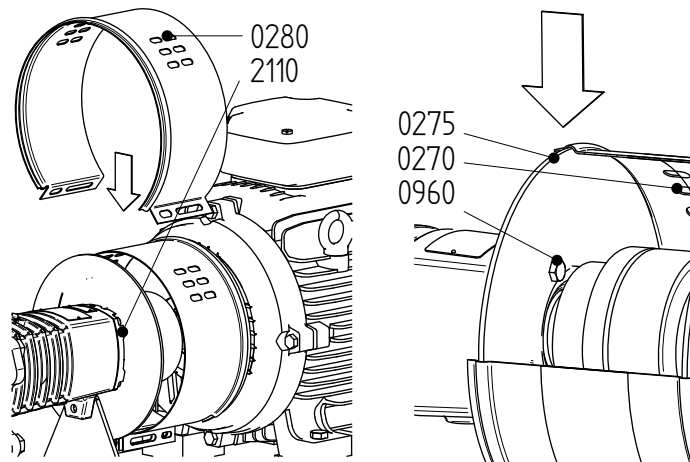

Figura 11: Instalación de la cubierta en la parte de la bomba.
- 6 Afloje los tornillos (0940) y desmonte la placa de montaje (0275) de la tapa de cojinetes (2110). Consulte figura 11.
- 4 Monte la placa de montaje (0275) en la tapa del cojinete (2110) con los tornillos (0940). Consulte figura 11.